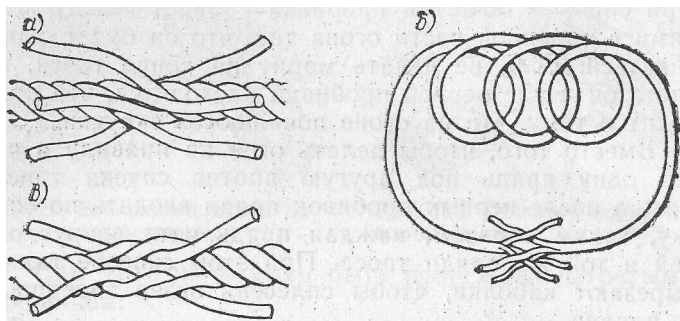

Рис. 124. Короткий сплесень.
*Короткий сплесень.* Тросы распускают на пряди на два-три или больше оборотов и сдвигают таким образом, чтобы каждая прядь одного троса размещалась между двумя смежными прядями другого (рис. 124, а). Затем выполняют пробивку каждой пряди, как на огоне, т. е. пропускают пряди одного
При изготовлении тросовых стропов их немного раскручивают перед тем, как концы сдвинуть вплотную для сплесня. Для этого на тросе делают несколько шлагов по часовой стрелке и оставляют их на все время пробивки (рис. 124,б). При сплеснивании грузовых стропов из троса никогда не вынимают каболки, а выполняют пробивку целыми прядями и, когда каболки обрезают, оставляют кончики длиной около 2,5 см для обтягивания под нагрузкой.
Короткий сплесень можно начинать и по-другому. Пряди переплетают попарно, не чередуя плетения по правилу и через одну под одну (рис. 124, в) и сплесень завершают обычным способом. Однако преимущество у этого способа перед вышеописанным нет. Какой из двух способов древнее, автору трудно сказать. Установлено, что короткий сплесень, выполненный около 1640 г., был изготовлен первым из рассмотренных способов.